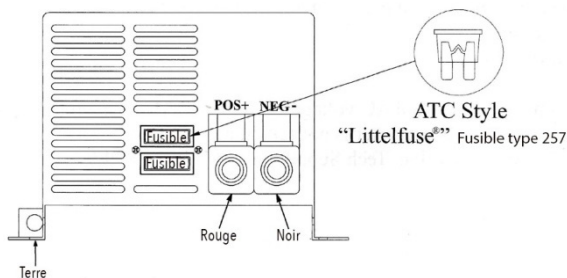

Figure 1
Le convertisseur-chargeur de série WF-9800 rechargera la batterie interne de 12 V si installée. Une batterie n'a pas à être installée pour opérer le convertisseur-chargeur de série WF-9800. Lorsqu'une batterie est installée, deux fusibles à polarité inversée sont installés pour protéger le circuit du convertisseur. Les fusibles sont situés sur le panneau arrière du boîtier près du cordon d'alimentation AC (voir Figure 1 cidessous). Cette fonction empêche les dommages permanents au convertisseur d'une batterie connectée à l'envers dans le circuit. En plus de protéger le convertisseur-chargeur, les fusibles de polarité inversée sont le principal lien entre le convertisseur et le panneau de distribution des fusibles CC.
La prise de fusible CC située sur le panneau arrière du Convertisseur-Chargeur de série WF-9800 a de l'espace pour 1 (un) ou deux (2) fusibles de polarité inversée (voir la Figure 1 ci-dessus). Ces fusibles doivent être remplacés par des fusibles de type automobile ATC ou ATO, comme Littelfuse 257 ou Bussmann ATC. Chaque modèle de convertisseur nécessite des fusibles d'une intensité différente:
- WF-9835 - (1) 40A
- WF-9845 - (2) 30A
- WF-9855 - (2) 35A
- WF-9865 - (2) 40A
- WF-9875 - (2) 40A